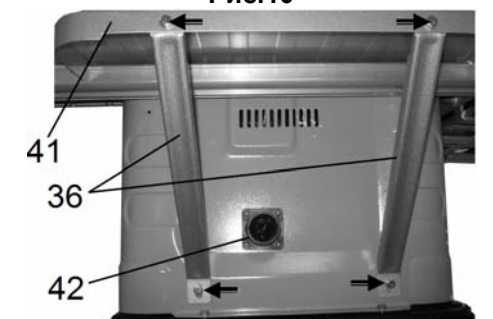

Рис. 11
8.4.2. Установите и закрепите задний удлинитель рабочего стола (41), Рис.11.